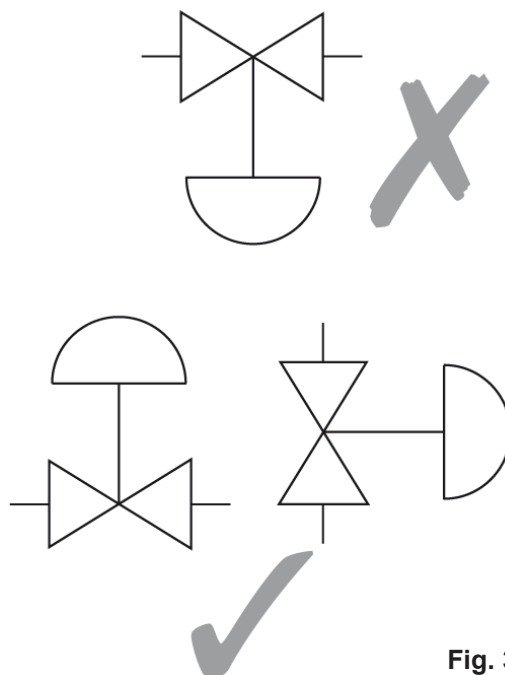

Fig. 3
**3.3** Déterminer la bonne installation et le sens d'écoulement du fluide. La vanne doit être de préférence installée sur une tuyauterie horizontale avec le servomoteur placé au-dessus de la ligne (voir Fig. 3). Lorsque vous montez un servomoteur sur le corps de la vanne, cela doit être effectué conformément à la notice d'installation et d'entretien.